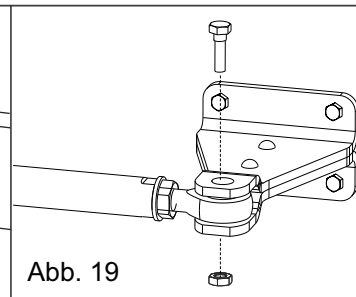

Abb. 19
- Und mit der dafür vorgesehenen Schraube befestigen (Abb. 19)